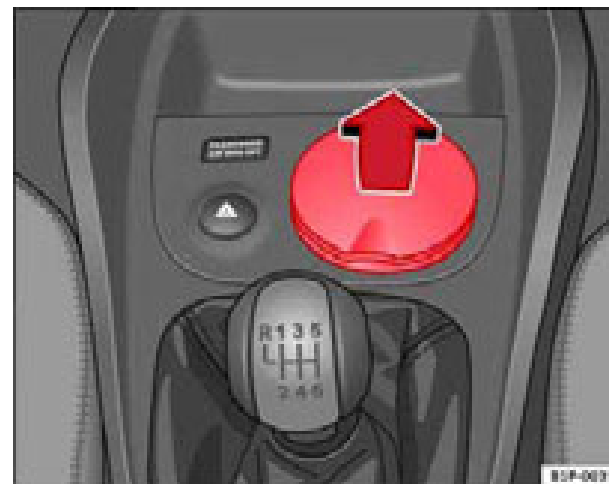

Fig. 98 Cenicero alojado en portavasos delantero ►
- Para abrir el cenicero, levante la tapa ⇒ **página 138, fig. 98**